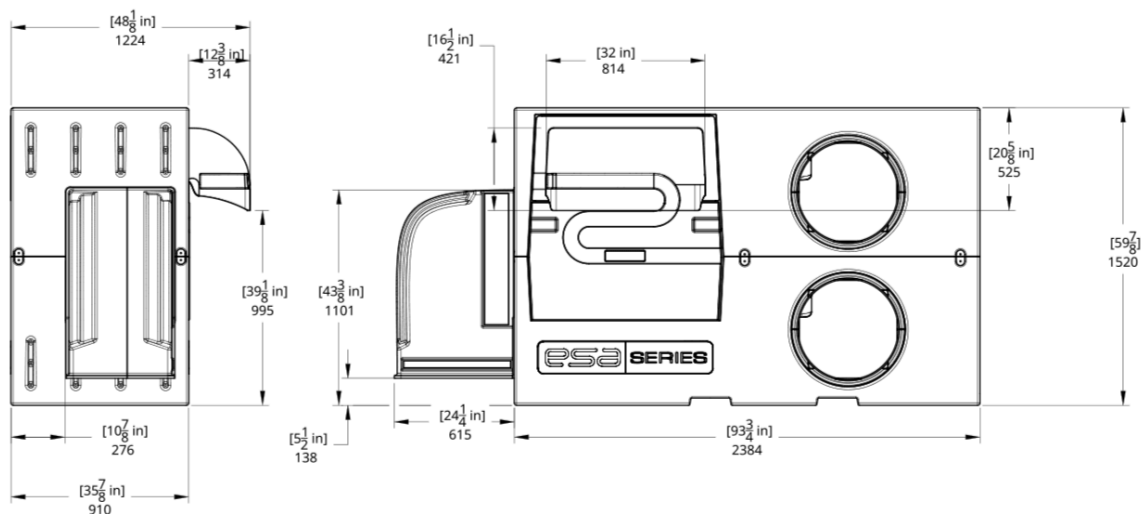

Figure 5 Dimensions du ESA-3000
- **Dimensions** : 93-3/4" (Longueur) 59-7/8" (Hauteur) 35-7/8" (Profondeur), voir la Figure 5